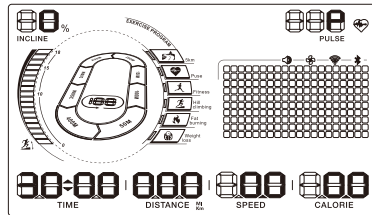

图20
1. 在跑步机处于待机状态下,长按面板上的Training Prog键,此时屏幕上的时间窗口闪烁,默认的时间为30分钟,按SPEED(速度)+(增加)/-(减少)键调整您的理想训练时间。(图20所示)